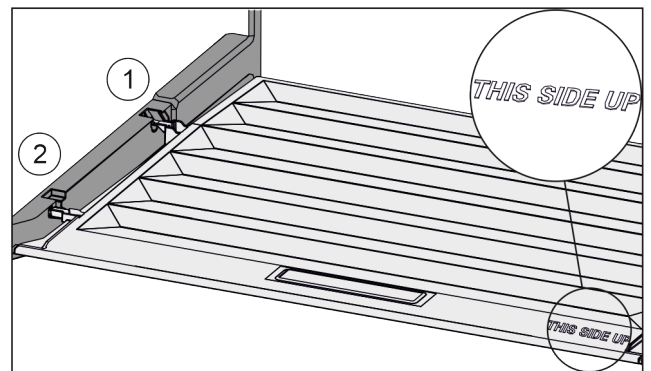

Fig. 135
- ▶ Dekselranden via de opening van de achterste houder Fig. 135 (1) aanbrengen en van voren in de houder Fig. 135 (2) klikken.